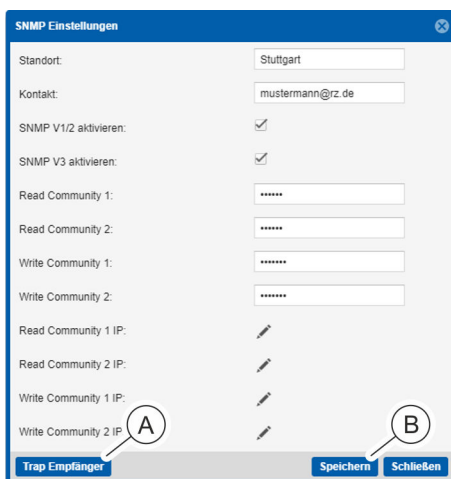

Abb. 141: Fenster "SNMP Einstellungen"
2. ➔ Im Fenster "SNMP Einstellungen" die Schaltfläche „Trap Empfänger“ (Abb. 141/ⓐ) anklicken.